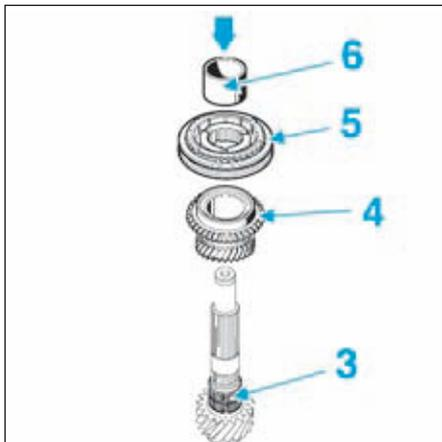

FIG.29
- Poser la cage à aiguilles (3) (Fig.29).
- Reposer le pignon fou de 6° (4) muni de sa synchronisation.
- Reposer le moyeu baladeur de 6°/5° (5) à l'aide d'un mandrin de diamètre approprié (indice "N") approprié faisant du coffret [1] puis aligner les encoches du moyeu avec celles de l'anneau de synchronisation.